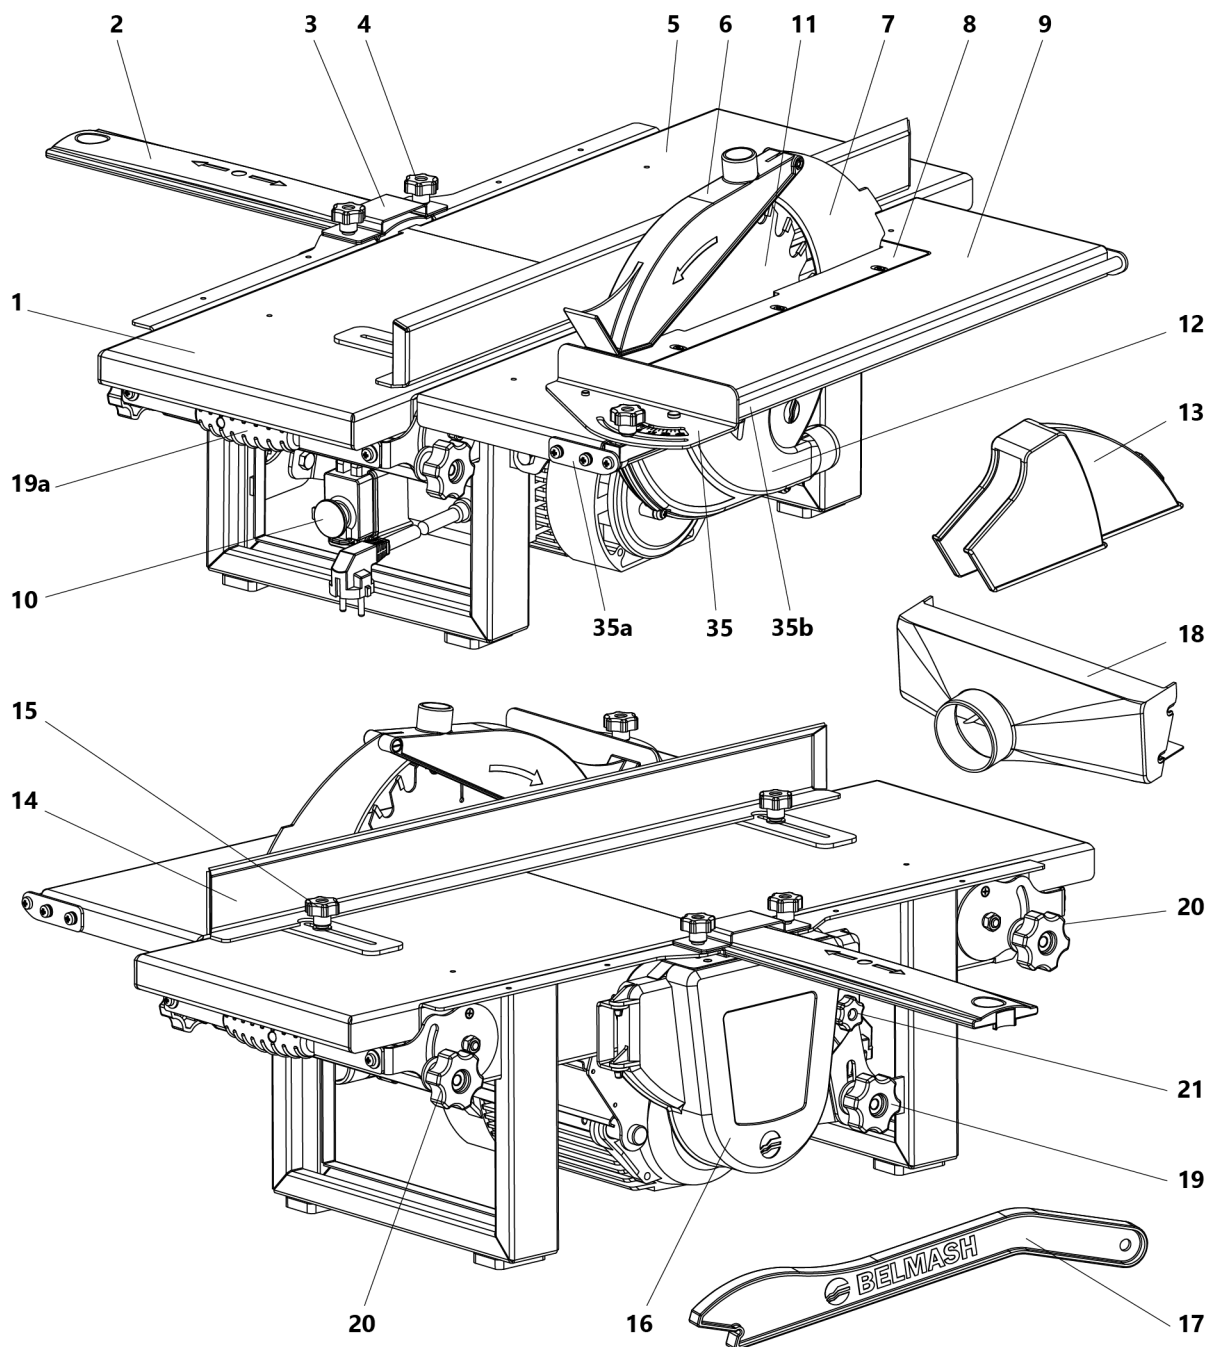

Рисунок 1. Общий вид станка
- пользуйтесь ограждением ножевого вала и кожухом 13 (рис.1) при выполнении операции строгания;
Выключатель 10 (рис. 1) станка имеет специальную защиту от непроизвольного включения.
- снять ограждение ножевого вала 2, планку 3 и винты-барашки 4 (рис.1);
- установить на пильный стол 9 планки 35b и зафиксировать винтами (рис. 1);
Приспособление 35 (рис. 1) имеет возможность поворота относительно пильного диска на оси, устанавливается и фиксируется как перпендикулярно резу пильного диска, так и под углом от -45° до $+45^\circ$. Установите необходимый угол распиловки, поворачивая приспособление 35 и фиксируя его винтом-барашком. Прижимая заготовку к приспособлению, перемещайте его по пильному столу 9 в сторону пильного диска равномерно и без рывков.